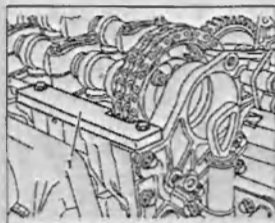

Рис. 3.23. Установите блокировочное приспособление 1 на головку блока цилиндров.
7. Установите блокировочное приспособление 1 на головку блока цилиндров (рис. 3.23).